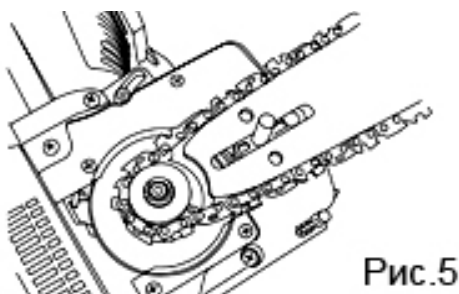

Рис.5
- Убедитесь в том, что все детали хорошо расположены на своих местах и крепко держите пильный аппарат с пильной цепью в этом положении (Рис. 5).